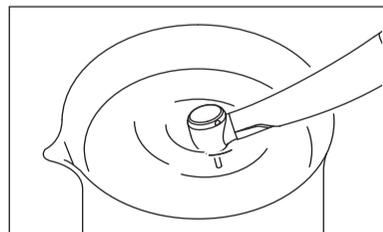

図6
- 3) ハンドピースを回転させ、そのままきれいな水の中にヘッド半分が隠れるくらいまで入れます(図6)。